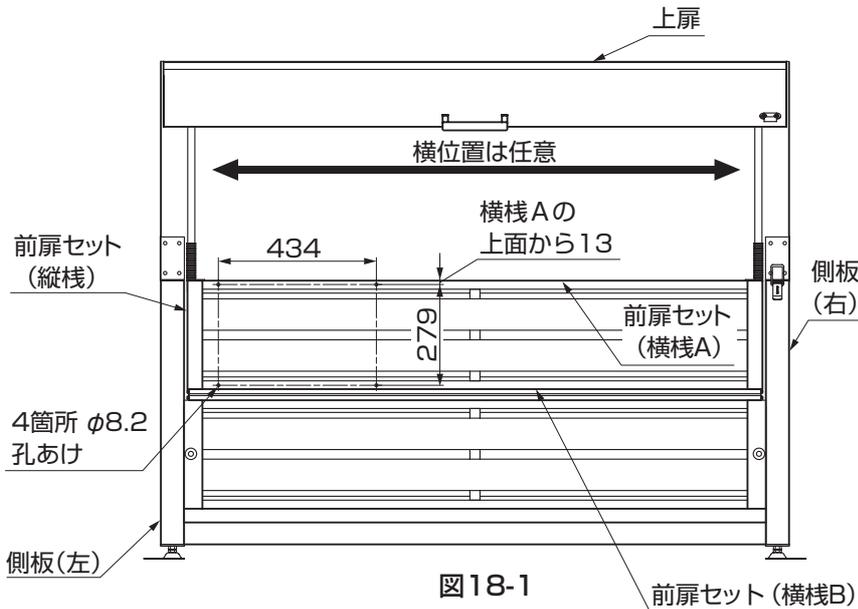

図18-1
- ①前扉セット (横棒A) と前扉セット (横棒B) にφ8.2の孔を4箇所あけてください。(図18-1参照)
- 上側2箇所の孔の位置は、前扉セット (横棒A) の上面から13mmの位置にあけてください。(図18-1参照)